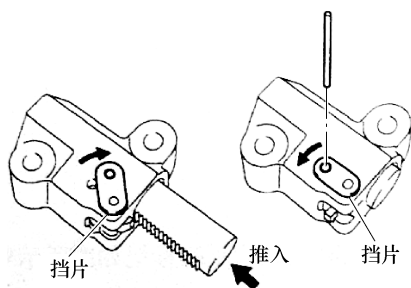

图 1-243 调整张紧器
① 如图 1-243 所示，顺时针转动张紧器挡片时，将张紧器推入柱塞中。